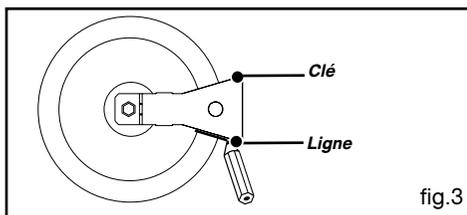

fig.3
- Dénudez chaque fil du câble d'alimentation sur 12 mm et torsadez soigneusement les brins (fig.3).
Comme indiqué fig. 3, il est interdit de raccorder un tuyau souple avec un about.
- Tracez une ligne sur la plaque d'âtre à l'aide d'un crayon de papier à l'endroit indiqué (fig. 3).